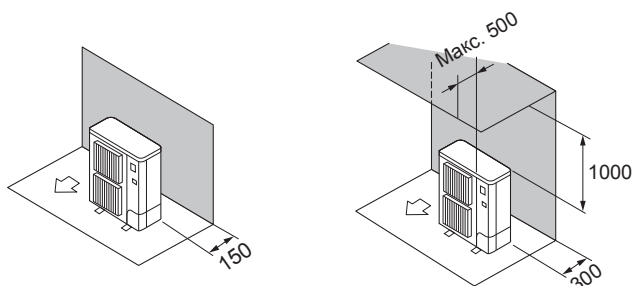

Fig. 2-2
- ① Кедергілер тек артқы жағында (Fig. 2-2)